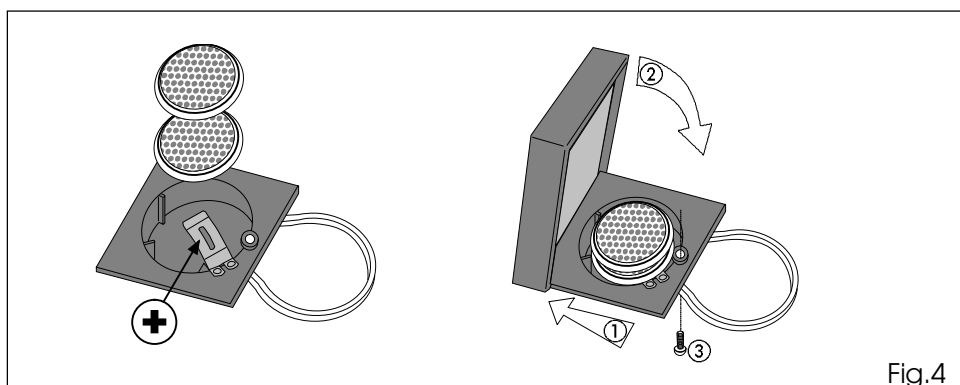

Fig.4
- Sustituya las dos pilas de 3V al litio mod. CR2032, introduciéndolas en el vano y respetando la polaridad, como se indica en la fig. 4.
- Acople la base en el cárter (ref. 1 fig. 4) antes de cerrar (ref. 2 fig. 4), seguidamente fije con el tornillo (ref. 3 fig. 4).